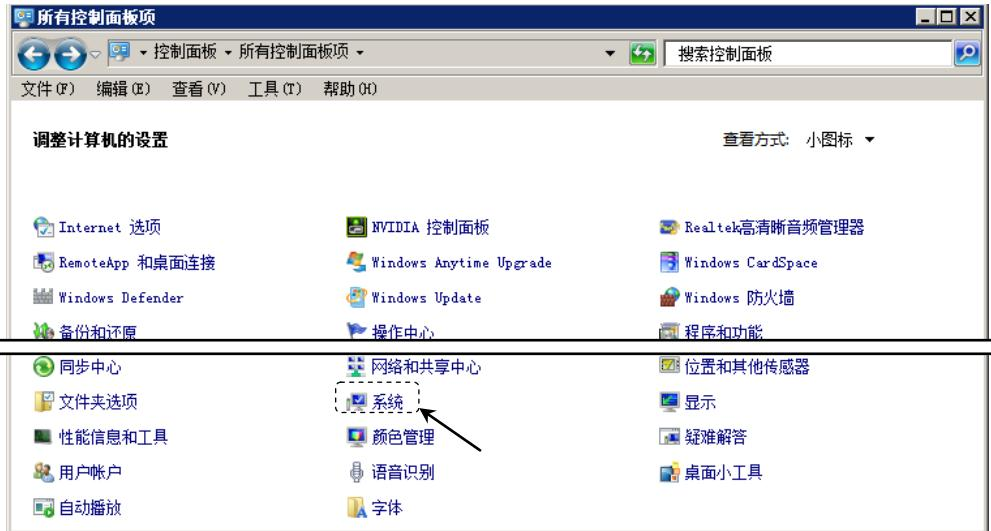

图 2.3.2 “所有控制面板项”对话框
Step1. 如图 2.3.1 所示，选择 Windows 的  → **控制面板** 命令，系统弹出“所有控制面板项”对话框，如图 2.3.2 所示。
Step2. 在“所有控制面板项”对话框的**类别**下拉列表中选择**小图标(S)**选项，结果如图 2.3.2 所示；单击**系统**选项。